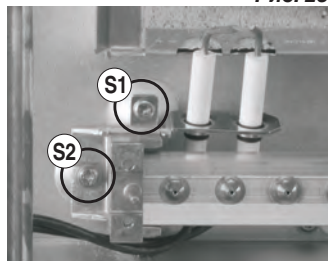

Рис. 26
- Открутите с каждой стороны винты (S1), закрепляющие зажигательный электрод и электрод заземления – см. рис. 26.
- Открутите с каждой стороны винты (S2) консоли горелки и снимите консоль (рис. 26).